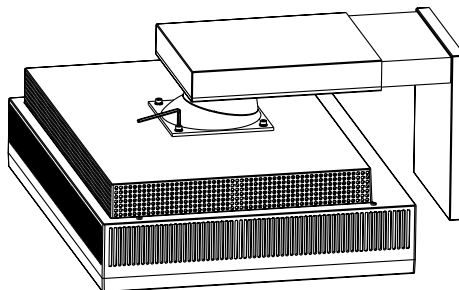

Рисунок S.2
3. Отверните 4 винта, крепящие монитор к подставке, при помощи ключа с шестигранной головкой (**Рисунок S.2**). Снимите подставку монитора. Теперь монитор готов к установке другим способом.